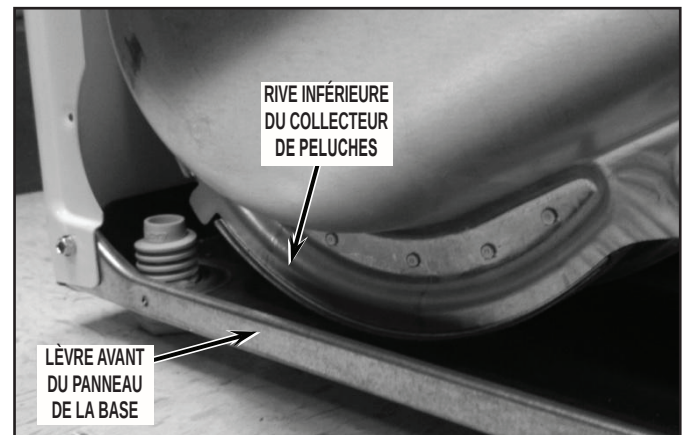

FIGURE 27
4. Lors de la remise en place de l'ensemble tôle de cloisonnement/collecteur de peluches à l'avant de la sécheuse, veiller à ce que la rive inférieure du collecteur de peluches s'insère correctement à l'intérieur de la lèvre avant du panneau de la base. Voir la Figure 27.